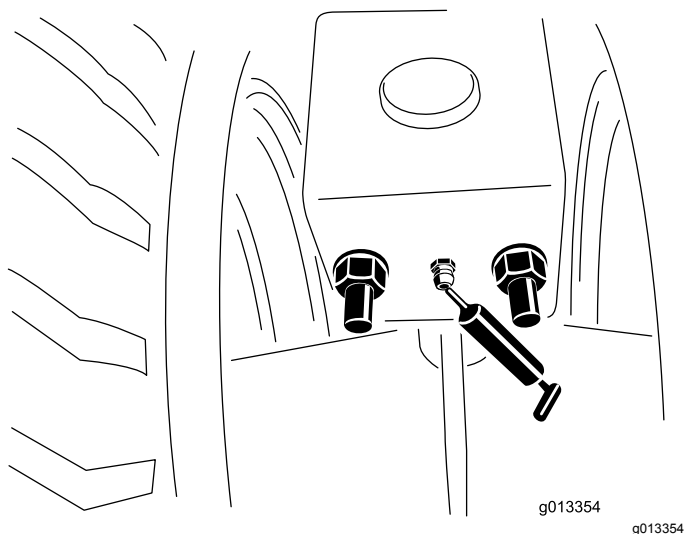

Figure 54
1. Nettoyez tous les graisseurs (Figure 54).